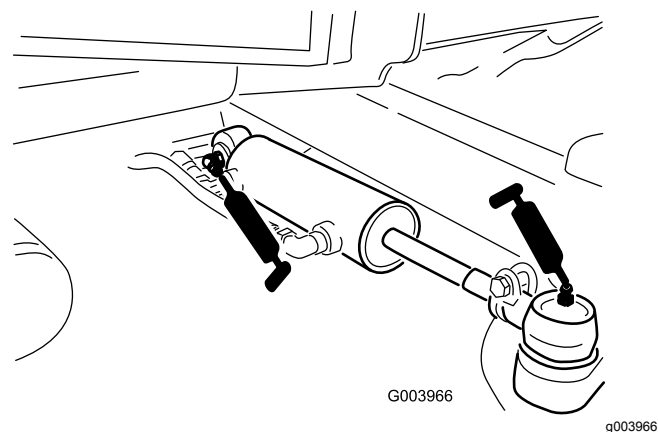

Figure 67
- Rotules de vérin de direction (2) (Figure 67)